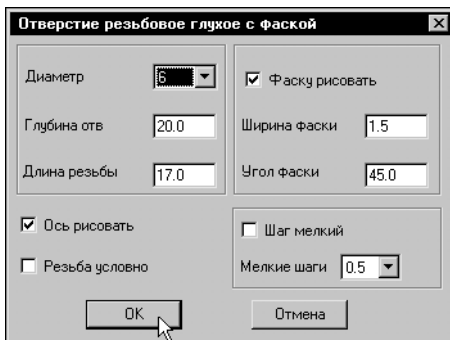

Рис. 51.96. Задание параметров отверстия
3. В диалоге **Отверстие резьбовое глухое с фаской** задайте параметры отверстия, как это показано на рис. 51.96 и нажмите кнопку **ОК**.